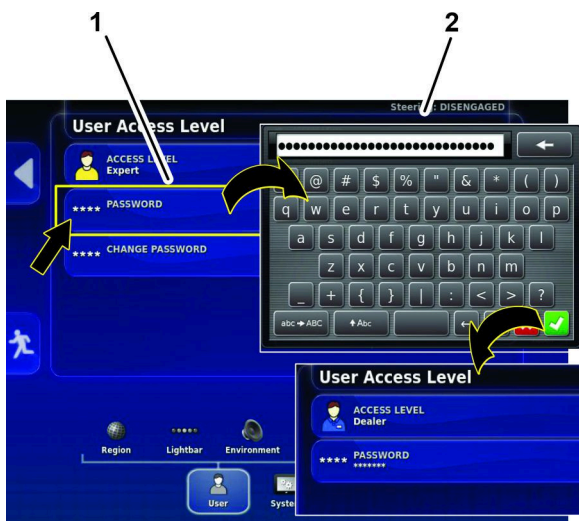

Figure 161
4. Appuyez sur l'icône PASSWORD (mot de passe), saisissez le mot de passe du dépositaire à partir du clavier de la fenêtre contextuelle, et appuyez sur l'icône de confirmation (Figure 161).